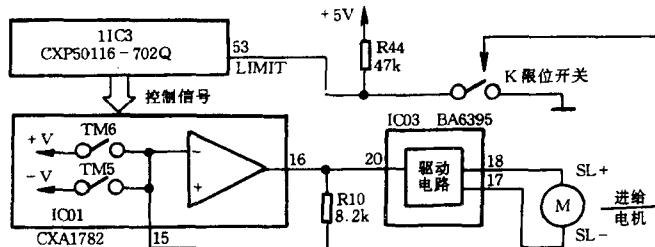

图 2 与本例故障检修有关示意图
故障原因分析与排除方法 此故障显然是激光头运行失控, 有关电路见图 2。图中微处理器 CXA50116 - 702Q 的⑬脚(LIMIT)为激光头进给限位开关检测脚。开关 K 为 VCD 机芯上的限位开关。CXA1782⑩脚为进给伺服电机控制信号输出端。通电开机后, 微处理器将通过
⑤脚对开关 K 的状态进行检测。如果 K 没有闭合,则微处理器⑤脚为高电平,微处理器发出控制信号,使 CXA1782 中的 TM6 闭合,从 CXA1782 ⑩脚输出滑行伺服电机控制信号。信号峰值电压 1.8V 左右,此电压通过 BA6395 的驱动电路输出驱动电压,使电机反转,则光头向内移动。当激光头碰触开关 K,使开关 K 对地闭合,这时,微处理器⑤脚为低电平。微处理器通过⑤脚检测到低电平后,控制 TM6 断开,滑行伺服电机停止转动。如果微处理器⑤脚到限位开关 K 的连线不通或某种原因使微处理器⑤脚始终为高电平,则微处理器将控制 CXA1782 ⑩脚始终输出进给伺服电机控制信号,使电机一直反转,造成激光头传动齿轮打滑,发出“喀喀”响声。